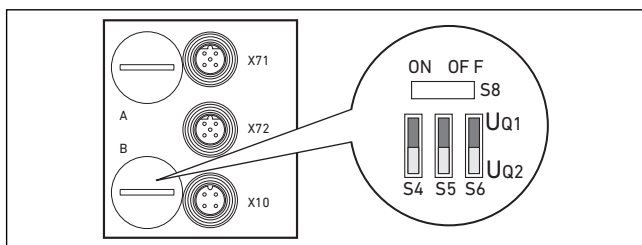

Fig. 9: Kontakt S4, S5, S6 för tillordning av ventilförsörjningsspänningarna (U_{Q1} , U_{Q2})
Kontakterna S4-S6 för tilldelningen av ventilförsörjningen sitter under PG-förskruvningen **B** (se Fig. 9). Varje kontakt är tilldelad:
1. Öppna det undre skruvlocket **B** (se Fig. 9 på sidan 409).